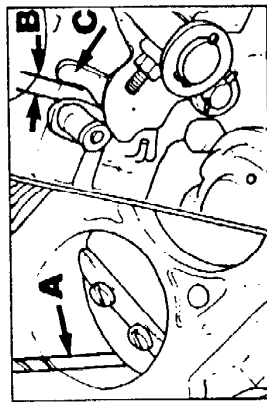

Рис. 6 Регулировка частоты вращения холостого хода
- Измерьте зазор дроссельной при помощи калибра (А, Рис. 6) или сверла соответствующего диаметра.
- Снова втолкните тягу вакуумного блока холодного пуска и проверьте зазор дроссельной заслонки при помощи калибра (А, Рис. 6) или сверла соответствующего диаметра.
- Если величина зазора выходит за допустимые пределы, произведите регулировку, осторожно уменьшая или увеличивая зазор "В" рычага С (Рис. 6).